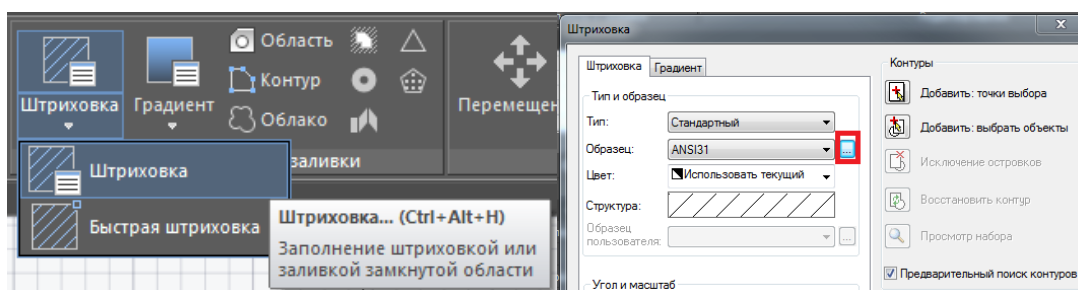
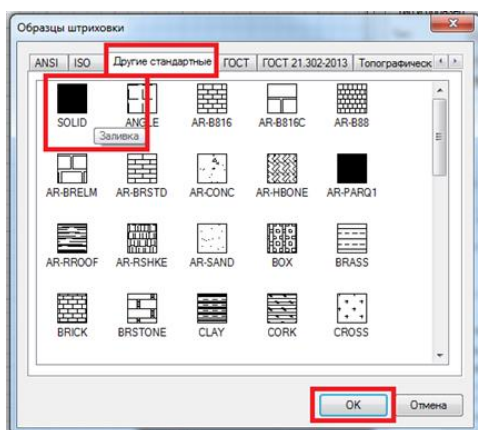
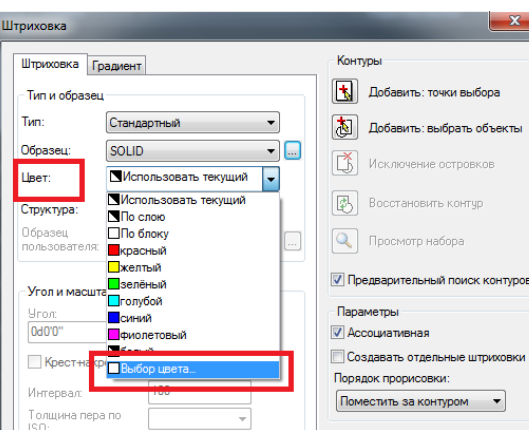
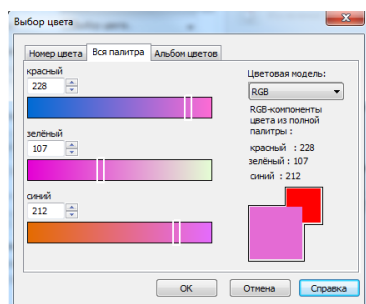

Рис. 15.
Рис. 16.
Рис. 17.
Рис. 18.
5.5. Окрасить окружности в разные цвета. Для этого последовательно выполнить действия в соответствии с рис. 15-19. ЛК выбрать ШТРИХОВКА, во всплывающем окне выбрать ТИП штриховки, по троеточию справа от кнопки ОБРАЗЕЦ (рис. 15) выбрать во вкладке ДРУГИЕ СТАНДАРТНЫЕ кнопку SOLID, т. е. окрашивание цветом (рис. 16). Подтвердить выбор клавишей ENTER. Далее выбрать необходимый ЦВЕТ в ниспадающем меню – ВЫБОР ЦВЕТА (рис. 17). Во вкладке ВСЯ ПАЛИТРА в цветовой модели RGB (рис. 18) выбрать уровень трех базовых цветов (красный 228, зеленый 107, синий 212) либо вводом нужного значения с клавиатуры, либо кнопками выбора «больше – меньше». Подтвердить выбор клавишей ENTER.